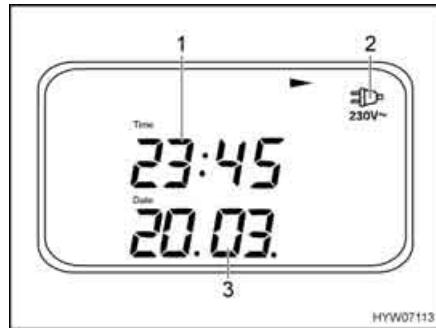

Fig. 135 Menu base (pagina di menu 1)
Il menu base (Fig. 135) appare sempre dopo l'accensione con l'interruttore principale a 12 V (Fig. 133,8).
- Controllo rete (Fig. 135,2): Il simbolo appare quando si allaccia il veicolo all'alimentazione a 230 V
- Data (Fig. 135,3)
- Ora (Fig. 135,1)